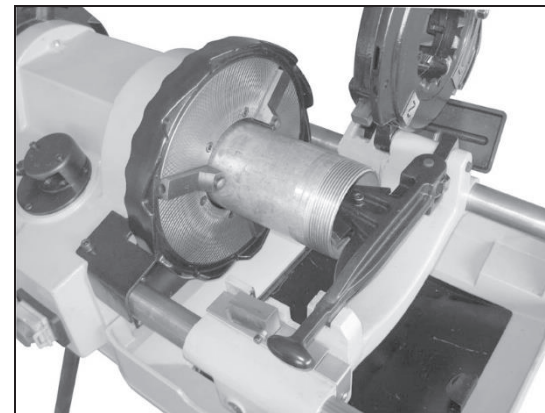

Fig. 8
3. Porniți mașina. Introduceți alezorul în țeavă și efectuați alezarea completă prin exercitarea presiunii pe butonul de comandă (Fig. 8).